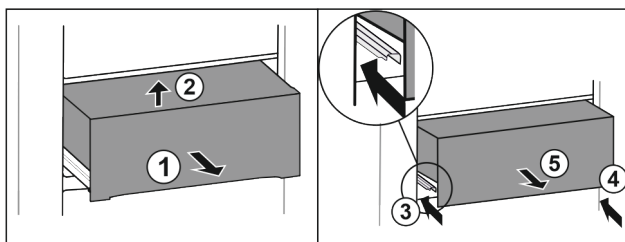

Fig. 28
- ▶ Zásuvku napůl vytáhněte Fig. 28 (1).
- ▶ Vpředu nadzvedněte Fig. 28 (2).
- ▶ Zasuňte levou kolejničku Fig. 28 (3).
- ▶ Zasuňte pravou kolejničku Fig. 28 (4).
- ▶ Zásuvku odeberte směrem dopředu Fig. 28 (5).